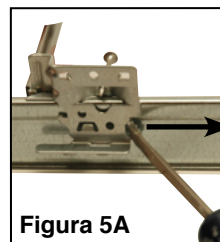

Figura 5A
4. Bloquee cada pie de barra de colgante en la barra T usando las dos trabas integradas o un tornillo para metal (suministrado por terceros). Si se desea un cable de sujeción para soporte adicional, cada pie de barra de colgante tiene orificios para permitir la fijación de dicho cable. (Figura 5a)